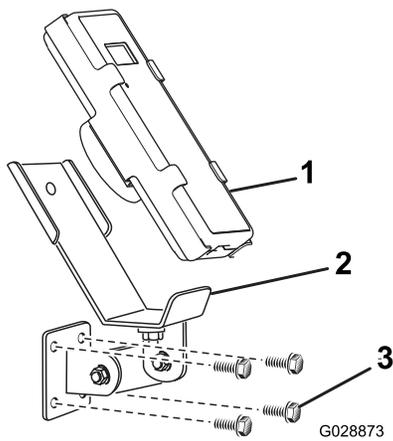
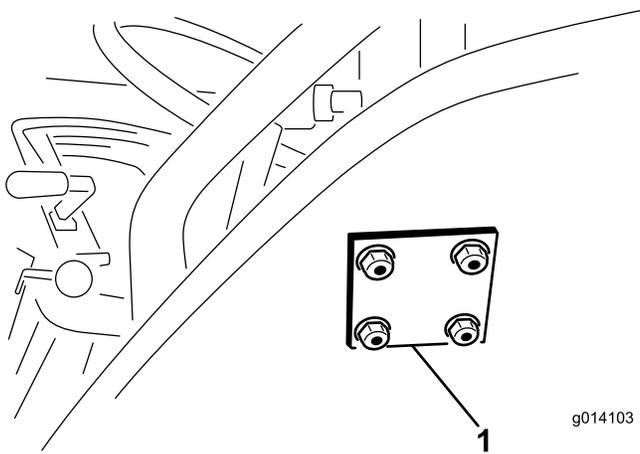

図 14
図 15
3. ブラケットとバックングプレートを取り付けるフランジヘッドボルト5/16 x 1½"4本とフランジロックナットを使用する 図 14 と 図 15。